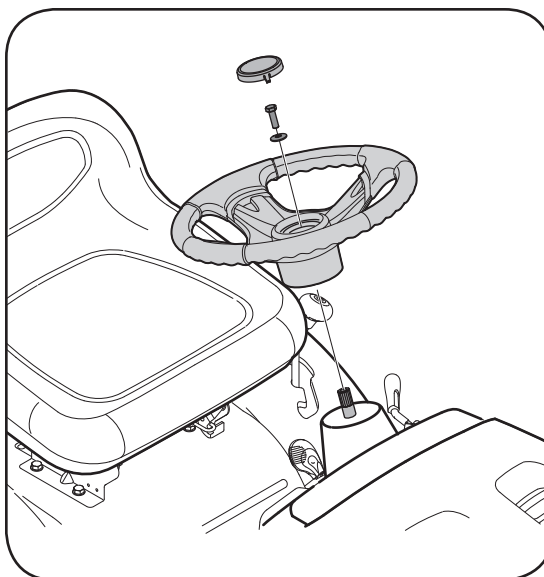

Figura 3
NOTA: Hay dos estilos diferentes de tapa de volante. Vea la Figura 3. **Los estilos varían según el modelo.**
2. Coloque la arandela (con el lado cónico hacia abajo) sobre el árbol de dirección y sujete con el perno hexagonal. Vea la Figura 3.